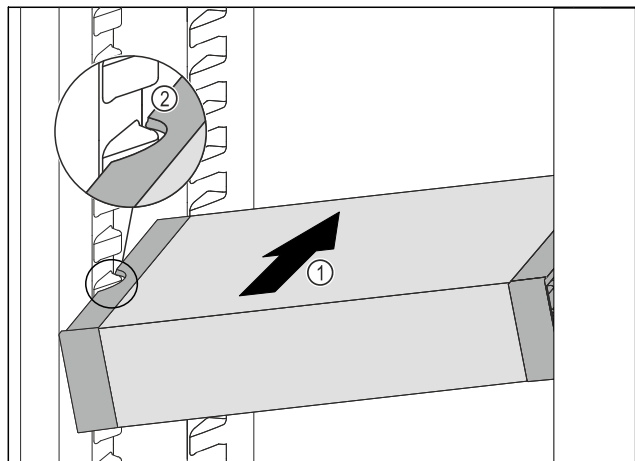

Fig. 90
- ▶ Вкарайте VarioSafe под ъгъл в хладилната част Fig. 90 (1), докато страничните прорези Fig. 90 (2) на VarioSafe се намират на височината на реброто на съда в хладилната част.